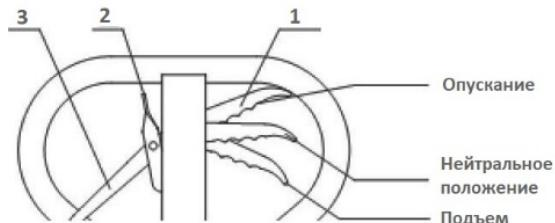

Рис.5
5.1. Когда процесс сборки гидравлической роклы будет завершен, нужно проверить ее работоспособность. Для этого требуется прокачать гидравлический насос, с помощью рукоятки, и управлять различными положениями ручки 1 для того, чтобы изучить режимы работы - подъем, нейтральную позицию и опускание, а также проверить нормальное функционирование ручки и рукоятки (смотрите рис. 5).
6.3. Посмотрите на рис. 5, когда ручка 1 находится в положении подъема, то тележка будет в готовности к подъему. В то же время, если Вы будете качать рукоятку, вилы тележки будут подниматься.
6.4. Перемещать тележку в горизонтальной плоскости можно, когда ручка 1 находится в нейтральном положении (см. рис. 5). При этом вилы не будут перемещаться в вертикальном направлении (вверх/вниз), если
вы будете качать рукоятку. Для того, чтобы вилы автоматически начали опускаться, ручку нужно нажать и перевести в соответствующее положение (см. рис. 5).
6.5. Посмотрите на рис. 5, чтобы перевести тележку ручную гидравлическую в состояние свободного хода, нужно ручку 3 переключить в нижнее положение.
6.6. Посмотрите на рис. 5, когда ручка 3 расположена вверху, тележка будет в состоянии торможения.
6.7. Посмотрите на рис. 5, ручка 2 используется для снятия тормозов.